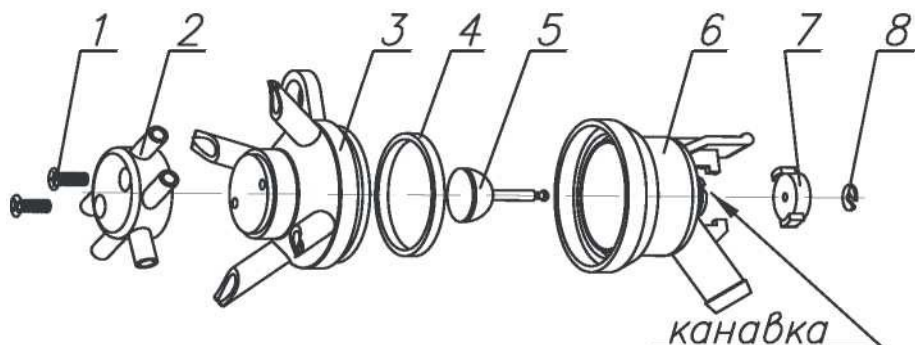
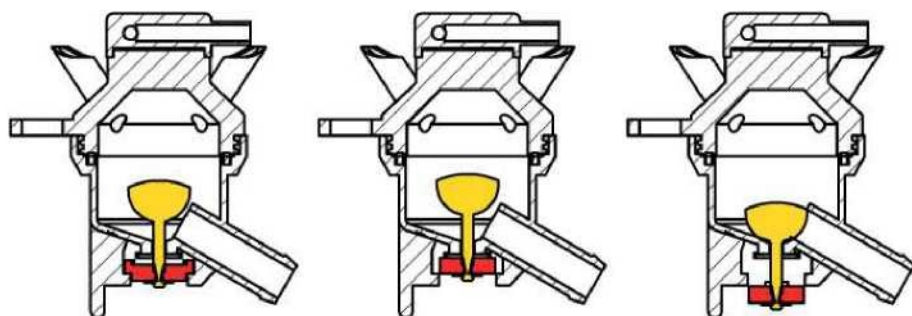
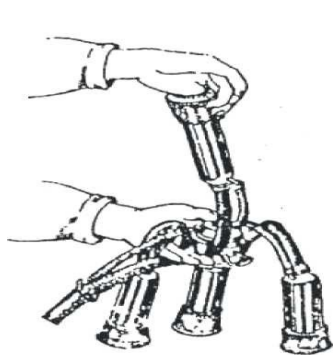

Рис. 8 Устройство коллектора
Рис. 9 Положения клапана и шайбы коллектора
Рис. 13 Проверка пульсации
5.3 Коллектор предназначен для равномерного распределения вакуума по стаканам и передачи выдоенного молока к ведру через молочный шланг 5 (рис. 5). Клапан 5 (рис. 8) используется как кран для отключения подвесного узла от вакуумной линии при снятии его с сосков вымени коровы.
Для лучшего режима доения и лучшей эвакуации молока из коллектора на корпусе 6, под шайбой 7, (рис. 8) имеется канавка для прохода воздуха (необходимо прочищать канавку через 50-70 доек).
Вставьте молочный патрубок 4 тонким концом в сосковую резину 2 и тяните до тех пор, пока кольцевое утолщение на другом конце молочного патрубка не задержится кольцом, надетым на сосковую резину. Прилагая усилие, вытяните кольцевое утолщение из сосковой резины через кольцо. Далее, сосковую резину, соединённую с патрубком молочным или сосковую резину 7 (цельную), вставьте в стакан 1 и патрубок пропустите через нижнее отверстие корпуса стакана. Головку сосковой резины наденьте на верхний край корпуса стакана, не допуская перекоса. Прилагая усилие, вытяните кольцевое утолщение молочного патрубка из стакана (или кольцевой паз цельной сосковой резины). Сосковая резина, находящаяся в стакане при этом натягивается. По окончании сборки на боковой патрубок корпуса стакана наденьте патрубок переменного вакуума 5. Второй конец патрубка наденьте на распределитель коллектора 2 (рис. 8). Молочный патрубок подсоедините к корпусу коллектора 3 (рис. 8). Повторите пункт 6.2 для сборки всех стаканов. Вставьте прозрачную вставку 4 в сливной патрубок 7 (рис. 6), последний наденьте на центральный отвод крышки доильного ведра.
пульсатора, второй к распределителю коллектора 2 (рис. 8). К корпусу коллектора 6 (рис. 8) подсоедините молочный шланг 5 (рис. 5), второй конец шланга наденьте на прозрачную вставку 4 (рис. 6). Для облегчения сборки концы шлангов смочите в воде.
6.7 Зафиксируйте клапан коллектора 5 (рис. 8) в положении 3 (рис. 9).
6.10 Убедитесь в наличии пульсаций сосковой резины, для чего возьмите подвесную часть доильного аппарата, как показано на рис. 13 (доильные стаканы свисают). Клапан коллектора переместить в положение 1 (рис. 9). Каждый доильный стакан по очереди поставьте в вертикальное положение (головкой вверх) и, вставив в него большой палец руки, убедитесь в наличии пульсаций сосковой резины.
- откройте клапан, прижав пальцем шайбу 7 (рис. 8) к корпусу коллектора (положение 2 рис. 9);
7.4 Для агрегата «Тандем»: перед надеванием доильных стаканов на вымя первой коровы зафиксируйте клапан коллектора второй доильной аппаратуры в положении 3 (рис. 9). Последующее подсоединение доильной аппаратуры к вымени первой и второй коров проводить согласно п. 7.3.
Снятие доильного аппарата должно производиться немедленно после окончания отдачи молока, для чего, поддерживая коллектор одной рукой, другой оттяните клапан коллектора в положение 3 (рис. 9), снимите доильный аппарат.
7.6 Для агрегата «Тандем»: при необходимости слить молоко из одного бидона в процессе доения необходимо зафиксировать клапан коллектора этой доильной аппаратуры в положении 3 (рис. 9), чтобы не останавливать дойку второй коровы.
- легким нажатием с поворотом на 90° зафиксируйте клапан коллектора в положение промывки 1 (рис. 9);